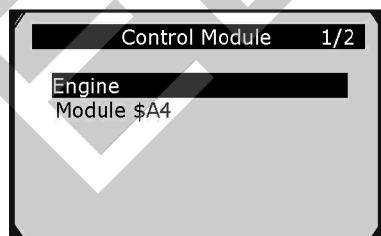

Рисунок 4-2
- Если обнаружено несколько модулей, отобразится сообщение с предложением выбрать модуль до начала проверки. См. рисунок 4-2.